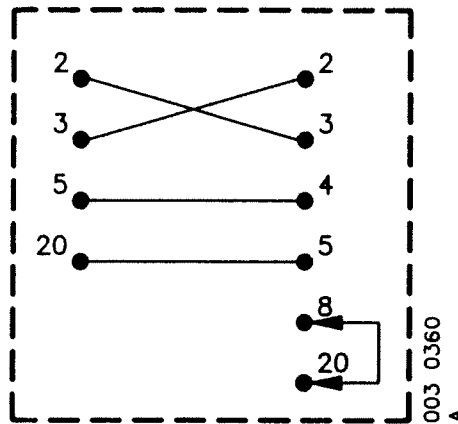

Bild 18. Inkoppling av gränssnittsprovare
5.8.4 Koppla gränssnittsprovaren enligt bild 18.